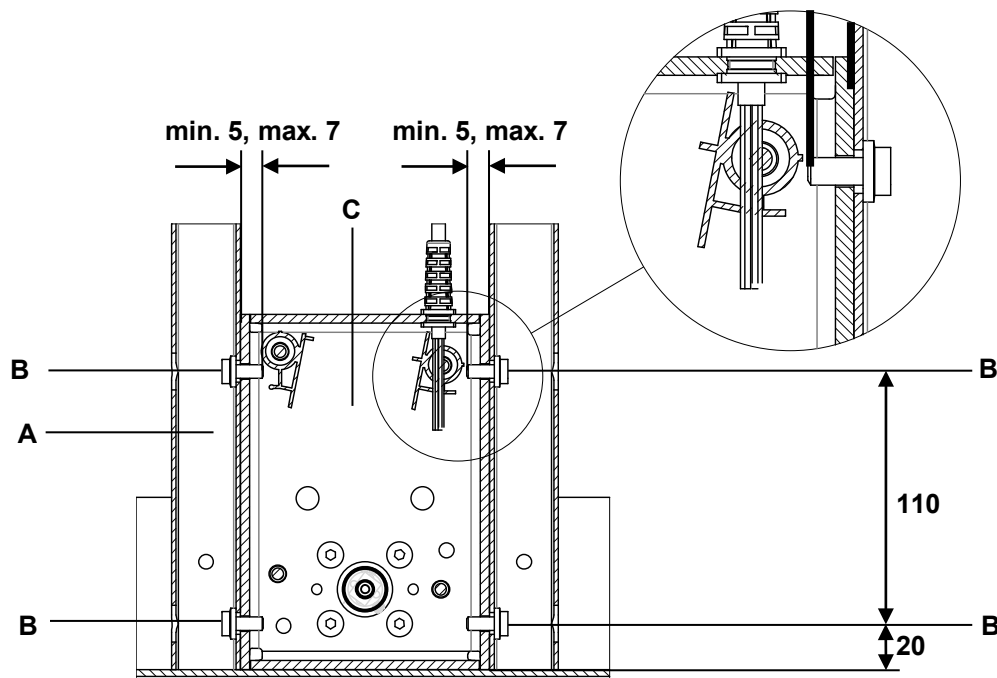

Abbildung 26 Beispiel: Montage Tischrahmen (Angaben in mm)
- Verwenden Sie Schrauben M8 (Festigkeitsklasse 8.8), wie in Abbildung 26 gezeigt. Das Anzugsdrehmoment darf maximal 20 Nm betragen.